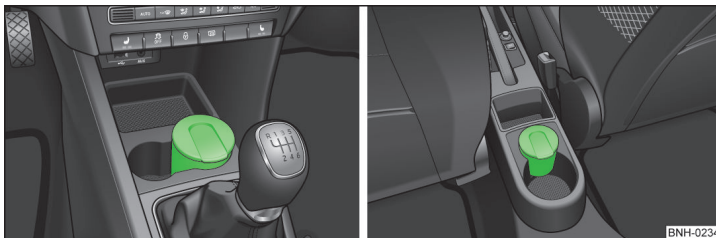

Fig. 63 Scrumiera: față/spate
- Scoateți scrumiera » fig. 63 în sus.